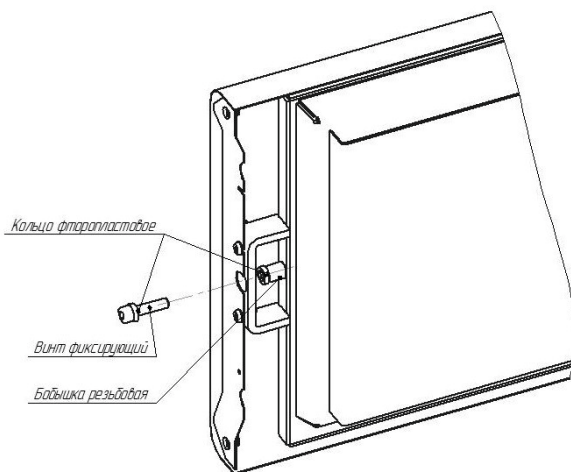

Рисунок 8.2
2. Выкрутить фиксирующий винт при помощи ключа шестигранного 5 (входит в комплект) рисунок 8.2.